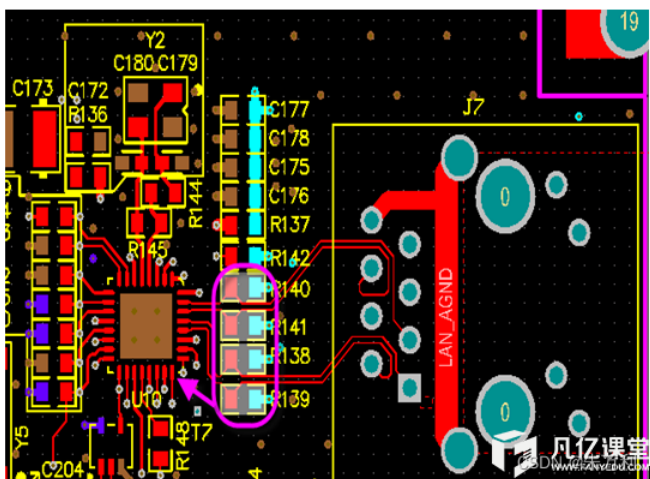

图6 交流端接电阻的放置
3) 如图6所示交流端接电阻的放置，一般先按照芯片手册推荐的放置，有的芯片会要求放置在以太网转换器端，如没有特殊要求，就靠近以太网转换芯片放置；